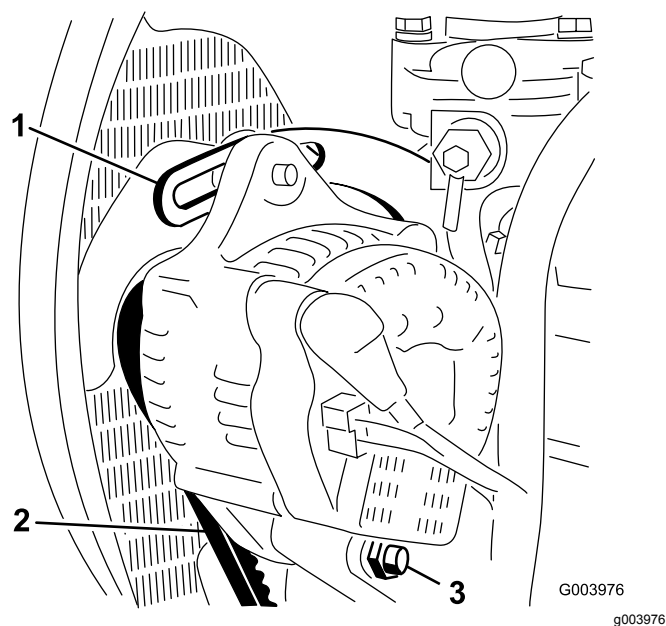

Figura 68
2. Controllate la tensione della cinghia dell'alternatore premendola (Figura 68) al centro tra l'alternatore e le pulegge dell'albero a gomito con una forza di 10 kg.
3. Allentate il bullone che fissa il supporto al motore (Figura 68), il bullone che fissa l'alternatore al supporto ed il bullone di rotazione.